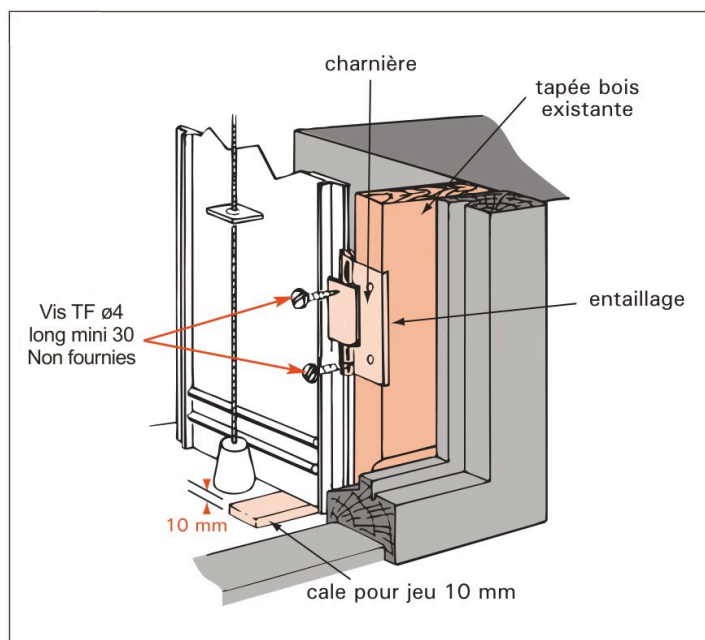

Figure 12 – La charnière sur la tapée bois existante ; l'entaillage concerne les persiennes en fer
1. Présentez la persienne dans la baie. Vérifiez l'aplomb. Fixez les charnières sur vos tapées existantes (vis TF ø4, longueur mini 30, non fournies) : **avec entaillage** pour une persienne en fer, **sans entaillage** pour une persienne en PVC ou en bois. Respectez un jeu de **10 mm** entre l'appui de fenêtre et le bas de la persienne (figure 12).